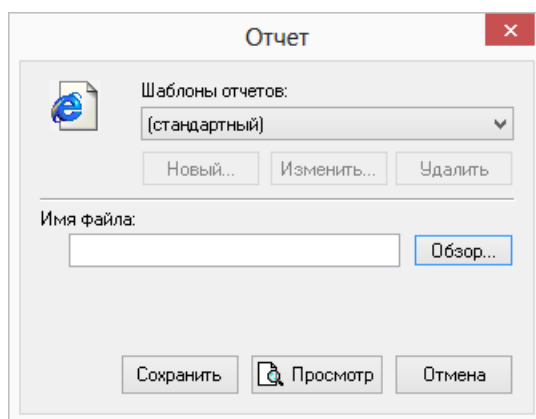

Рисунок 16.22. Диалог экспорта в Html
1. Нажмите кнопку . Появится диалог экспорта в HTML. (смотрите Рисунок 16.22, «Диалог экспорта в Html»).